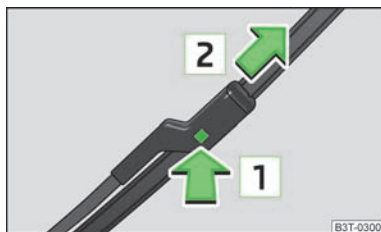

Fig. 50
- Enfoncez la fixation **1** » fig. 50 pour déverrouiller le balai d'essuie-glace et tirez-le dans le sens de la flèche **2**.